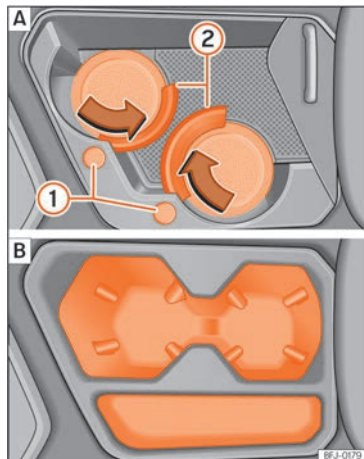

Abb. 139 In der Mittelkonsole vorn: A| Getränkehalter (Variante 1); B| Getränkehalter (Variante 2).
Je nach Ausstattung befinden sich im unteren Teil in der Mittelkonsole vorn zwei Getränkehalter »» **Abb. 139**.
cken »» **Abb. 139** ①. Der Haltering ② öffnet sich.